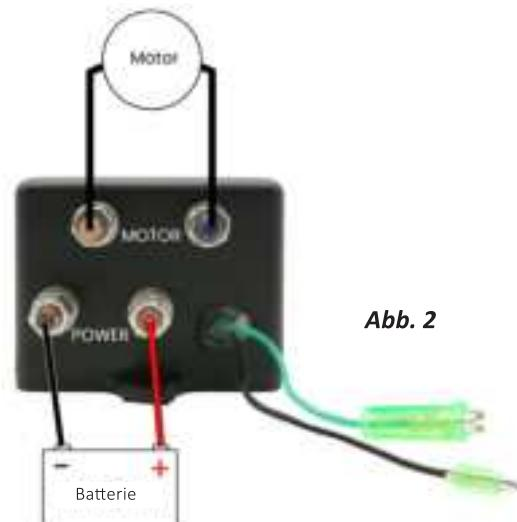

Abb. 2
- Schließen Sie die Leitungen wie in Abb. 2 gezeigt an.